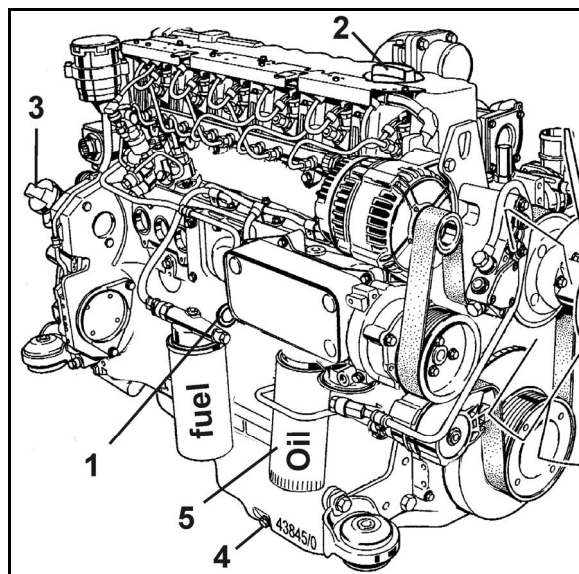

Fig. 139
2. Træk oliepinde (Fig. 139/1) og tør den af med en ren klud.
4. Om nødvendigt skal der efterfyldes med den foreskrevne olietype gennem påfyldningsåbningen (Fig. 139/2,3).
5. Skru olieaftapningsskruen (Fig. 139/4) ud.